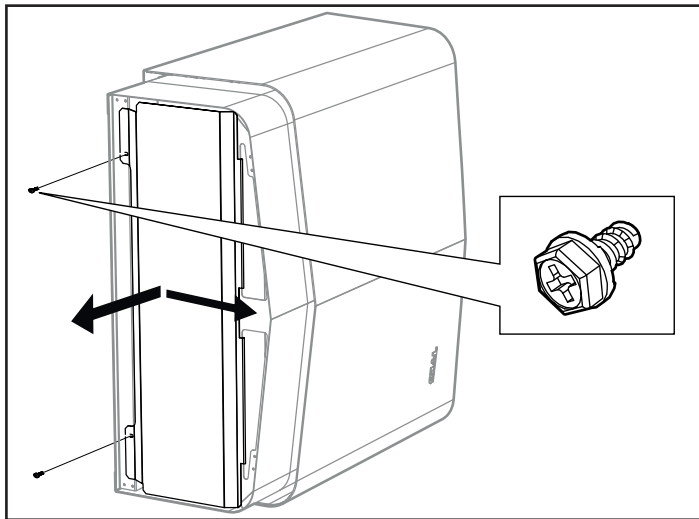

Figure 9 : Ouverture/fermeture du couvercle
1. Desserrez les vis et ouvrez le couvercle (voir figure 9).
4. Fermer le volet et serrer les vis (voir Fig 9).